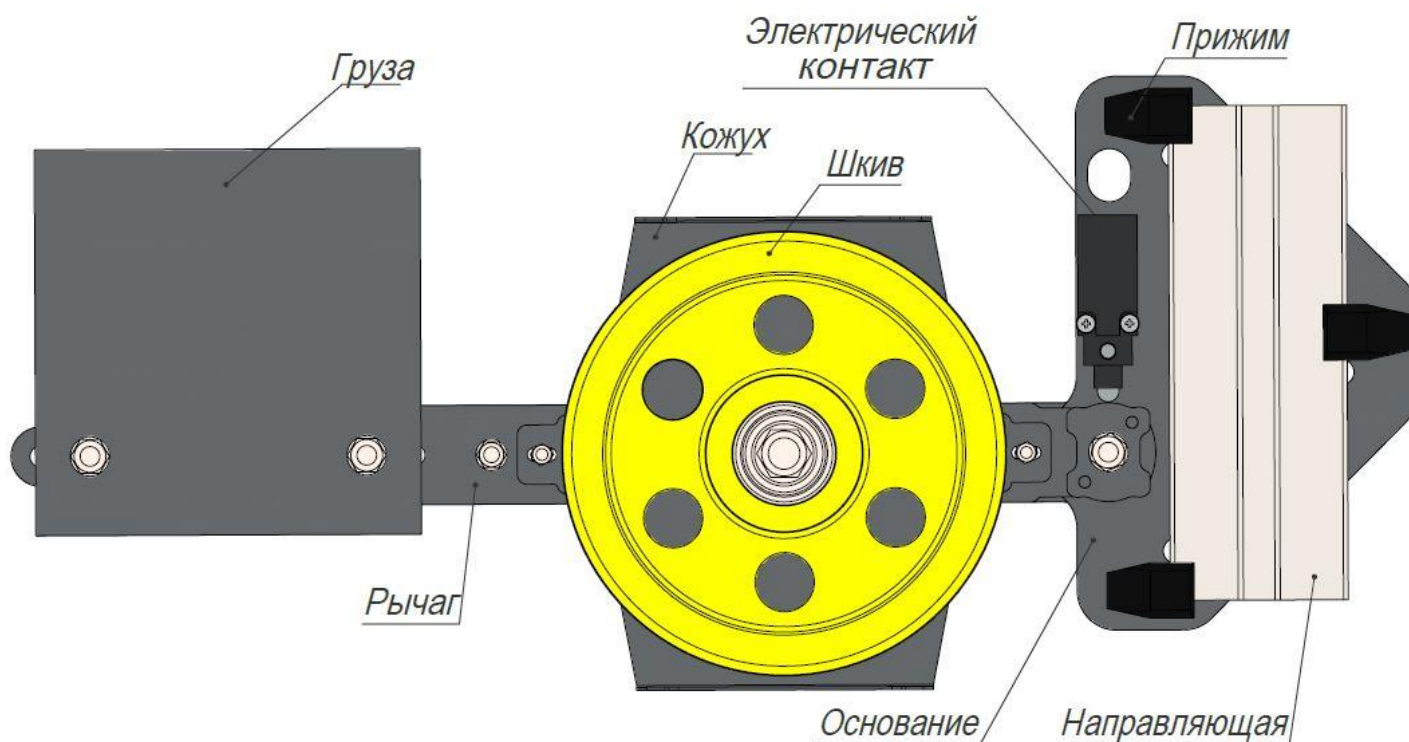

рис.51
12.4 Установить натяжное устройство (рис. 51) на направляющую согласно монтажному чертежу, зафиксировать прижимами.